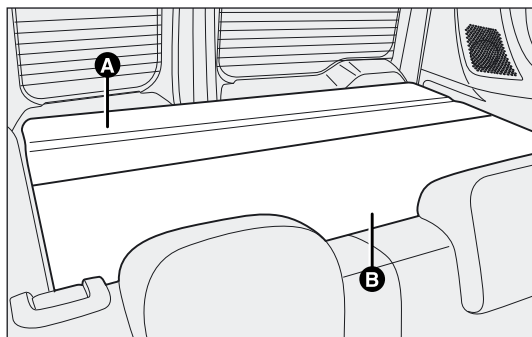
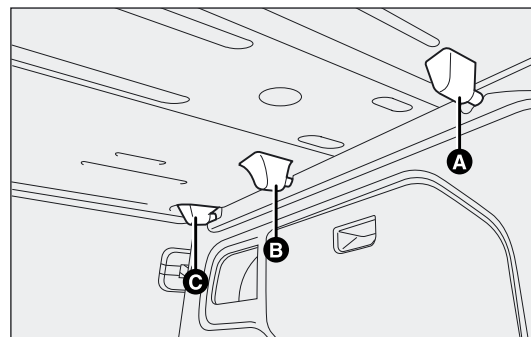

fig. 87
fig. 88
- ☐ open de achterdeuren; haak de pen A-fig. 88 los uit de zitting door het voorste deel A-fig. 87 omhoog te plaatsen;
- ☐ haak de pennen B en C-fig. 88 los uit de zittingen en plaats het achterste deel B-fig. 87 omhoog.